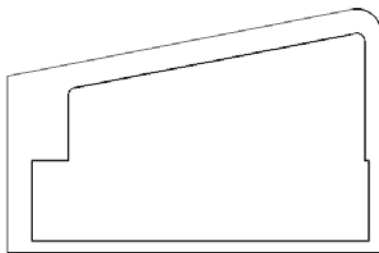

图 15.107 道路外边线交点修改
(5) 将道路外边线的上边线和右边线进行半径为 6000 的圆角处理，如图 15.107 所示。